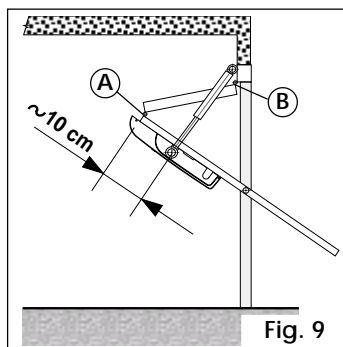

Fig. 9
• **porte basculante à tablier articulé (Fig. 9)**